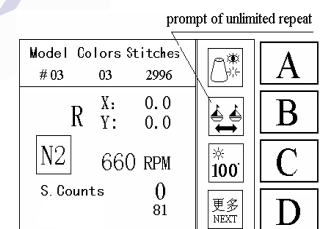

Fig. 7.2.1
Pressione a tecla  uma vez para mostrar a Fig.7.2.1:
2. Na Fig. 7.2.1, pressione a tecla  para mudar a função de repetição automática como na tabela seguinte: